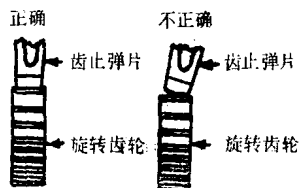
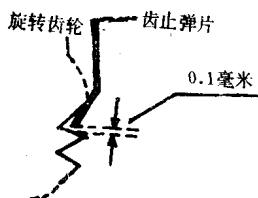

图 4
图 5
(2) 齿止弹片应保持平直，如图4所示。推动衔铁使弧刷组旋转36步，齿止弹片都能安全落入齿底。在旋转齿不均匀的情况下，其后退程度最大不超过0.1毫米，如图5所示。